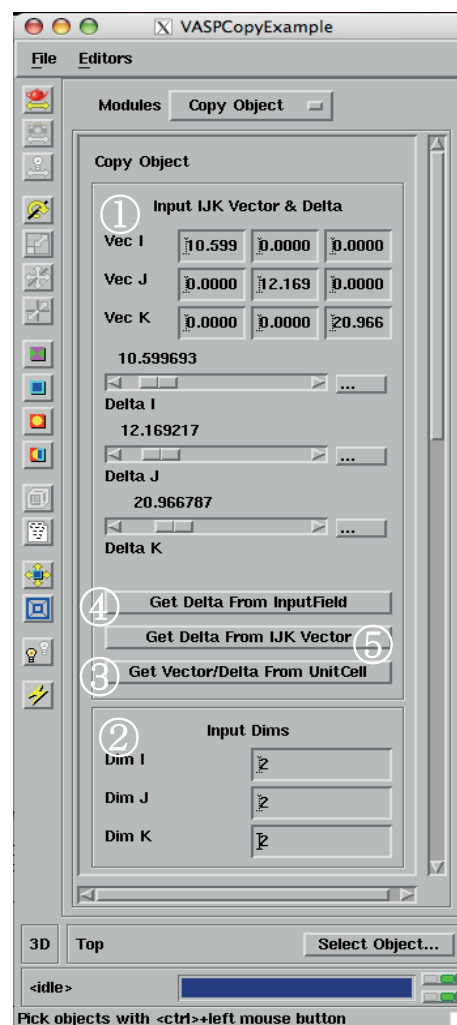

図4 Copy Object の操作パネル
図4にCopy Object モジュールの操作パネルを示す。①Input IJK Vector & Delta で複製する方向 (Vec I, Vec J, Vec K) と移動量 (Delta I, Delta J, Delta K) を指定する。②Input Dims に複製する数 (Dim I, Dim J, Dim K) を指定することで、任意の方向にユニットセルを複製してスーパーセルとして表示することが可能となる。VASP の場合、計算結果の出力にユニットセルの情報が含まれているため、③「Get Vector/Delta From UnitCell」ボタンを押下することで自動的に方向と移動量を計算して設定するようにした。したがって、複製数だけ指定すればスーパーセルとして表示することができる。他のシミュレーション計算ソフトウェアの結果で移動量が不明の場合、Copy Object の入力ポートに複製もとのフィールドデータを入力し、④「Get Delta From InputField」ボタンを押下することで、入力されたフィールドデータの存在範囲を自動的に Delta I, Delta J, Delta K に設定できる。また、Vec I, Vec J, Vec K にユニットセルのベクトルを入力し、⑤「Get Delta From IJK Vector」ボタンを押下することで、入力されたベクトルの大きさを自動的に Delta I, Delta J, Delta K に設定できる。